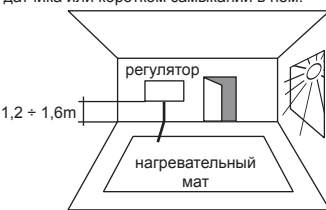

Рис. 5
- Рис. 5 Монтаж термостата
Термостат располагается на стене так, чтобы воздух свободно циркулировал вокруг него (Рис. 5). Далее, изделие не следует размещать поблизости от источников тепла (например, на прямом солнечном свете), на сквозняках, или на стене, выходящей на улицу.